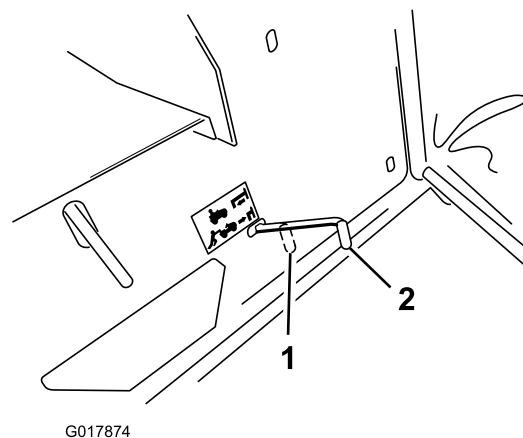

Bild 13
Hinweis: Dadurch wird der Antrieb ausgekuppelt, und die Räder befinden sich im Freilauf (Bild 13).
2. Stellen Sie den Antriebshebel in die Betriebsstellung (Bild 13), um die Antriebsanlage einzukuppeln.